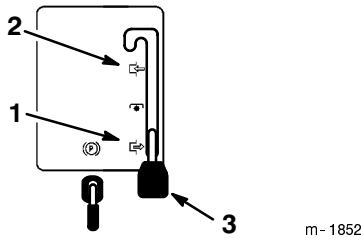

Figure 7
4. Mettez la commande des lames (PdF) en position débrayée (Fig. 7).